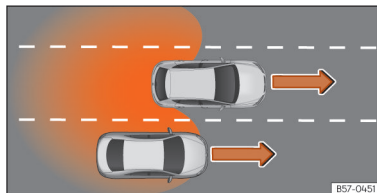

Fig. 130 Ultrapassagem na faixa de rodagem central e incorporação posterior na faixa de rodagem direita.
- Quando se ultrapassa outro veículo »» **Fig. 130** com uma diferença de velocidade de aprox. 10 km/h (6 mph). Se a ultrapassagem é consideravelmente mais rápida, não se mostra qualquer indicação.